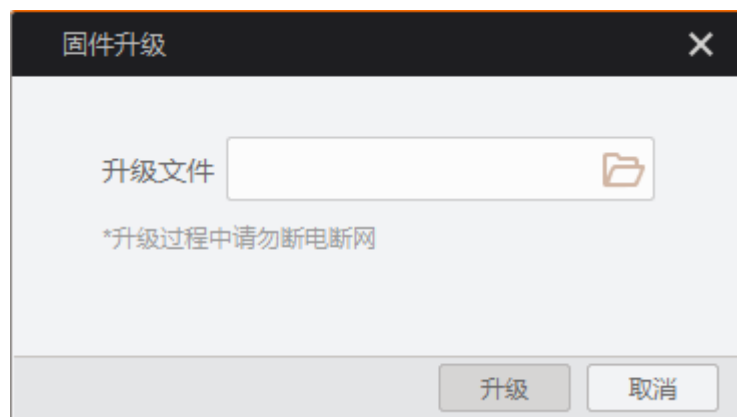

图9-13 固件升级
5. 单击  选择固件包（dav 文件），如图 9-13 所示。